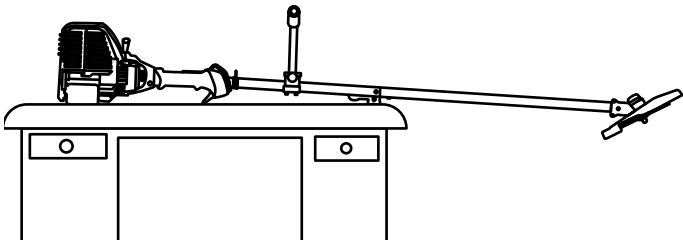

Fig. 39
2. Placez la machine sur une surface plane avec le bouclier de la tête de coupe pendant d'un banc de travail ou d'une table pour obtenir une lecture correcte du niveau d'huile (Fig. 39).